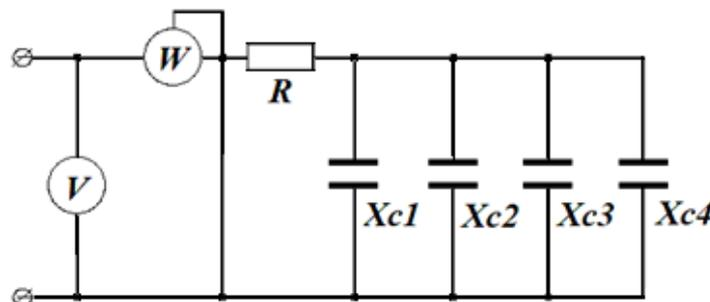

Рис. 1.59. Схема к задаче 10
10. Вольтметр показывает 120 В (рис. 1.59). Что покажет ваттметр, если $R = 30 \text{ Ом}$, $X_{c1} = 20 \text{ Ом}$, $X_{c2} = 40 \text{ Ом}$, $X_{c3} = 60 \text{ Ом}$, $X_{c4} = 80 \text{ Ом}$?